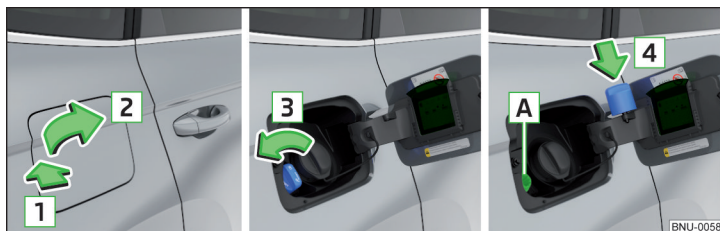

Fig. 304 **Abrir la tapa del depósito/ desenroscar el cierre del depósito/ colocar el cierre del depósito en la tapa del depósito**
- Presionar la tapa del depósito en el sentido de la flecha **1** y abrirla en el sentido de la flecha **2** » fig. 304.